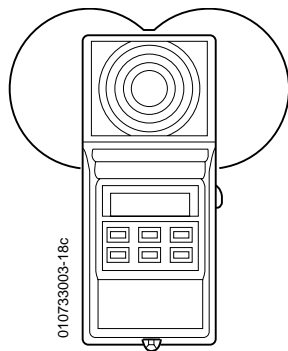

FIG. 3
- 3) Mettre sous tension. Optimiser la plage d'éclairage de 2 spots centraux en superposant le mieux possible les plages correspondantes. On l'obtient en tournant chaque support de lampe de 180° ou en les changeant de bloc optique (FIG. 3). Avec la cellule du luxmètre, chercher le point où l'éclairage est le plus élevé. Pour la suite des opérations, ne plus déplacer le cellule du luxmètre. Obturer les 2 faisceaux centraux avec des caches en carton.